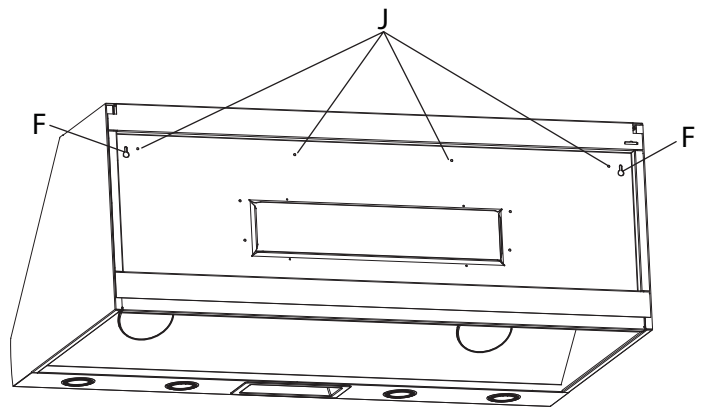

Figure 13 : Emplacements des encoches en trou de serrure
14. Avec une autre personne, soulevez la hotte et faites-la reposer sur les vis insérées dans le support en bois. Utilisez les encoches en trou de serrure identifiées par la lettre « F » sur la *Figure 13*. Assurez-vous que le support en bois rentre bien dans la partie enfoncée à l'arrière de la hotte.
16. À partir de l'intérieur de la hotte, fixez des vis de 5/8 po (16 mm) dans le support en bois, à travers les trous identifiés par la lettre « J » sur la *Figure 13*.